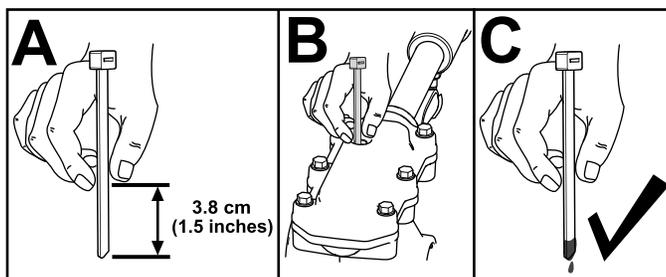

Figura 29
3. Controllate il livello dell'olio utilizzando un dispositivo di misurazione idoneo, come una fascetta per cavi pulita. L'olio deve trovarsi a circa 3,8 cm sotto l'apertura di riempimento (Figura 29).